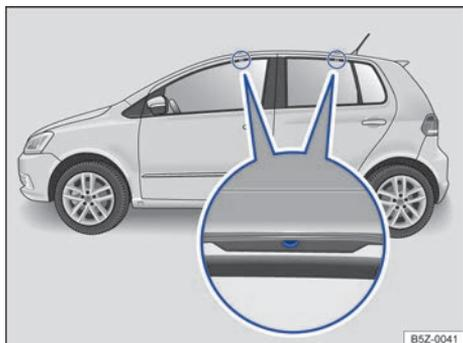

Fig. 80 Puntos de fijación de los soportes básicos del portaequipaje de techo (ambos lados)
Los orificios o marcas de los puntos de fijación de los soportes básicos son visibles con las puertas (delanteras y traseras) del vehículo abiertas y se encuentran a los lados en las vigas del techo ⇒ fig. 80 (fragmento ampliado). Los orificios o marcas para fijación detrás se encuentran a en la parte inferior de las vigas del techo ⇒ fig. 80 (fragmento ampliado derecho).
- Fije los soportes básicos sólo en las marcas indicadas en la figura ⇒ fig. 80.